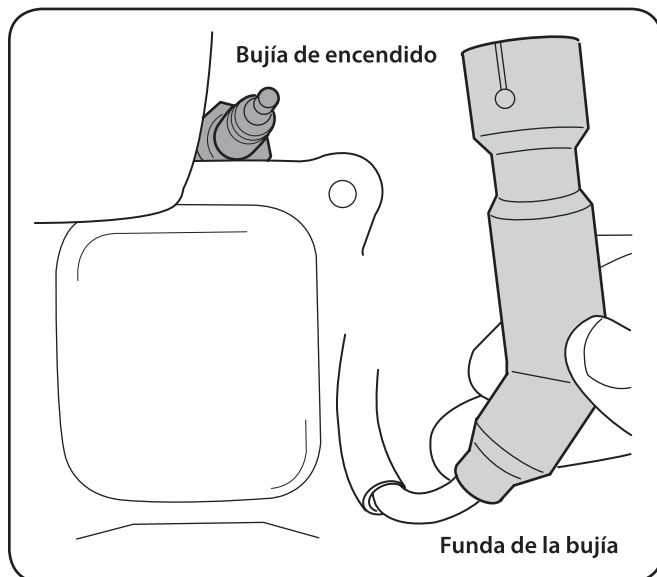

Figura 7-2
1. Retire la funda de la bujía y utilice una llave para bujías para extraerla, Figura 7-2.